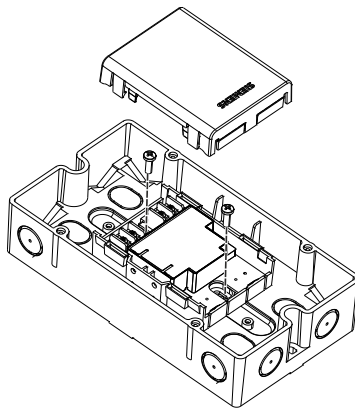

Fig. 3
- Instalação fora de um gabinete ou da central: utilizar a caixa FDCH221 (Fig. 3).
3. Utilize dois parafusos (M4) para fixar a caixa em uma superfície plana (Fig. 3). Distância entre furos: 182.0 ± 1.0 mm.
2. Fixe o módulo com dois parafusos na caixa (Fig. 3).